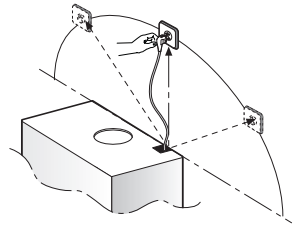

Fig.1A
- Indien uw product wordt geleverd met een verbindingsflens dient u, de montage uitvoeren die wordt aangegeven in Afb. 1A. Pak de verbindingsflens **B** en monteer hem aan de bovenzijde van de afzuigkap van de kap met de 2 schroeven **E** (afb. 1A).